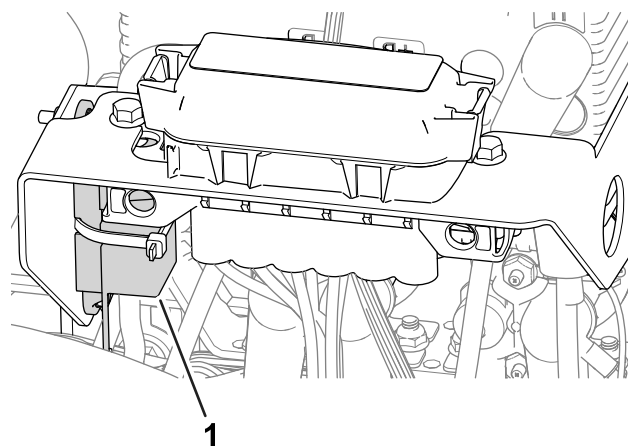

Figura 62
- El fusible del motor de la rueda izquierda (60 A) está situado debajo de la cubierta del lado izquierdo de la máquina, cerca de los fusibles del circuito de transmisión del molinete (Figura 62).